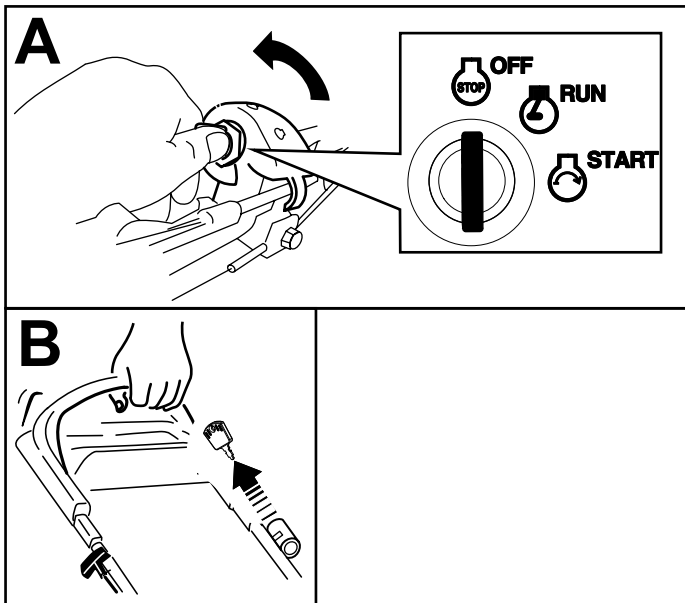

Figuur 18
1. Draai het contactsleuteltje naar de stand UIT (A van Figuur 18).
2. Als de motor gestopt is, verwijdt u het contactsleuteltje. Neem het mee als u de machine achterlaat (B van Figuur 18).